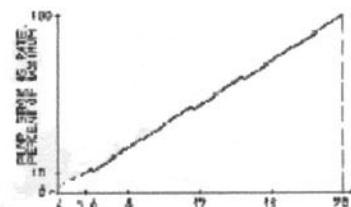

图 13
- 4-20 mA 输入信号的控制流量效果如图 13 所示：